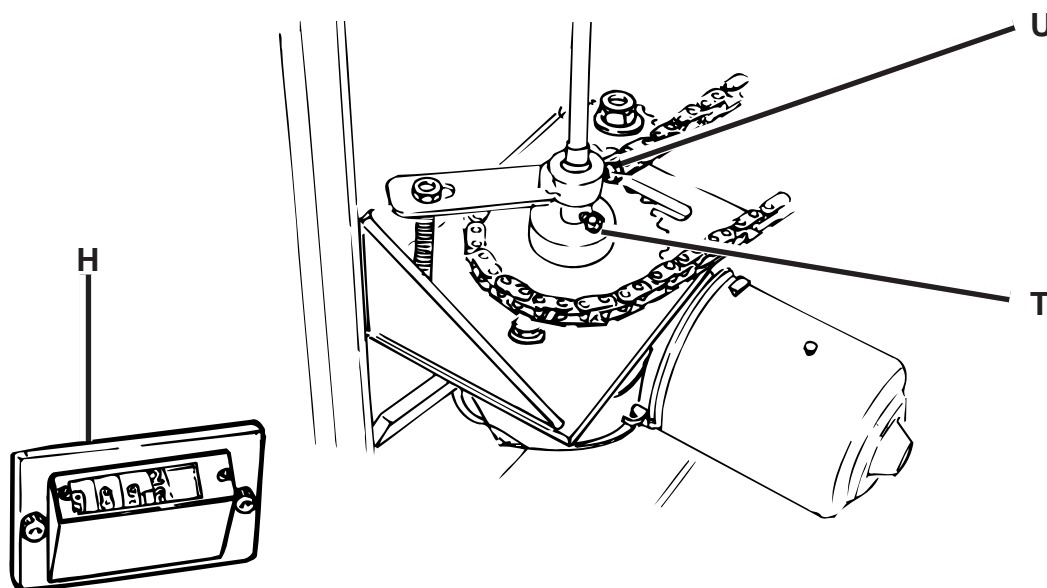

Fig. 3.4
3.4 INDICATORE SPESSORE DI PIALLATURA - H FIG.3.4
L' indicatore o visualizzatore di quota indica in permanenza la distanza tra il piano ed i coltelli, corrispondente all'altezza del legno piallato. Vedere la Fig. 3.4 La massima asportazione possibile (passata) è di 8mm; limitata da un apposito elemento inserito nella struttura dei supporti dell'albero.
Verificare la sporgenza dei coltelli: 1,1 min. Non alterare per alcun motivo la taratura originale del calibro di registrazione dei coltelli pialla. Controllare con precisione mediante un calibro, lo spessore di un pezzo di legno ben piallato ad una misura qualsiasi confrontare tale misura con il visualizzatore di quota, se differisce operare come segue: togliere il portello metallico laterale sinistro. Allentare la vite T fig.3.4 per sbloccare il cavo flessibile di comando dell' indicatore di quota. Allentare la vite U fig. 3.4 per sfilare la guaina ed il cavo flessibile.
3.4 THICKNESS INDICATOR - H, FIG 3.4
The indicator or setting display shows the distance between the table and the blades, which corresponds to the height of the planed work-piece (see fig. 3.4). The maximum depth of a cut is 8 mm. In fact, the depth is limited by an element which is installed in the cutterhead mounts.
Check the protrusion of the blades which should not be less than 1.1. Never change the original setting of the blade adjustment gauge. Check the thickness of a well-planed wooden piece, at any measurement, by using a gauge. Be extremely precise when making this check. Compare this measurement with the setting shown on the display. If it differs, perform the following operations. Take off the metal door on the left-hand side. Loosen the screw (T, fig. 3.4) to release the flexible control cable of the indicator. Loosen the screw (U, fig. 3.4) so that the sheath and cable can be pulled out. Slowly turn the flexible cable by hand until the number which corresponds to the thickness of the piece previously planed is reached. Put the cable back into place and secure it by using the screw (T). Fit in the sheath and tighten the screw (U). Install the metal door. Operate the table by using the automatic control.
3.4 INDICADOR DEL ESPESOR DE CEPILLADO - H FIG. 3.4
El indicador o visualizador de medida indica permanentemente la distancia entre la mesa y las cuchillas, correspondiente a la altura de la madera cepillada. Ver la fig. 3.4. El máximo arrastre posible (pasada) es de 8 mm; limitado por un elemento especial introducido en la estructura de los soportes del eje.
Verificar el resalto de las cuchillas: 1.1 mín. No alterar por ningún motivo la calibración original del calibre de registración de las cuchillas del cepillo. Controlar con precisión mediante un calibre, el espesor de una pieza de madera bien cepillada a una medida cualquiera; confrontar dicha medida con el visualizador de medida, si son diferentes operar de la siguiente manera: quitar la puerta metálica lateral izquierda. Aflojar el tornillo T fig. 3.4 para desbloquear el cable flexible de mando del indicador de medida. Aflojar el tornillo U fig. 3.4 para quitar la cubierta y el cable flexible.
3.4 INDICADOR DA ESPESSURA DE APLAINAMENTO - H FIG.3.4
O indicador ou mostrador de quota indica constantemente a distância entre o plano e as lâminas, distância essa que corresponde à altura de madeira aplainada. Ver a Fig. 3.4. A quantidade máxima de extracção possível (por passagem) é de 8 mm; esta medida é delimitada por um elemento próprio que se encontra introduzido na estrutura dos suportes do eixo.
Verifique a medida da saliência das lâminas: 1,1 mm. Seja qual for o motivo não altere nunca a regulação original do calibre de afinação das lâminas da plaina. Servindo-se de um calibre, controle com precisão a espessura de uma pedaço de madeira bem aplainado a uma qualquer medida e confronte tal medida com a do mostrador de quota; se diferem uma da outra proceder do seguinte modo: tire a portinhola metálica lateral esquerda. Desatarraxe os parafusos T fig. 3.4 para desbloquear o cabo flexível que comanda o mostrador de quota. Desaperte os parafusos U fig. 3.4 para tirar a o revestimento metálico e o cabo flexível.